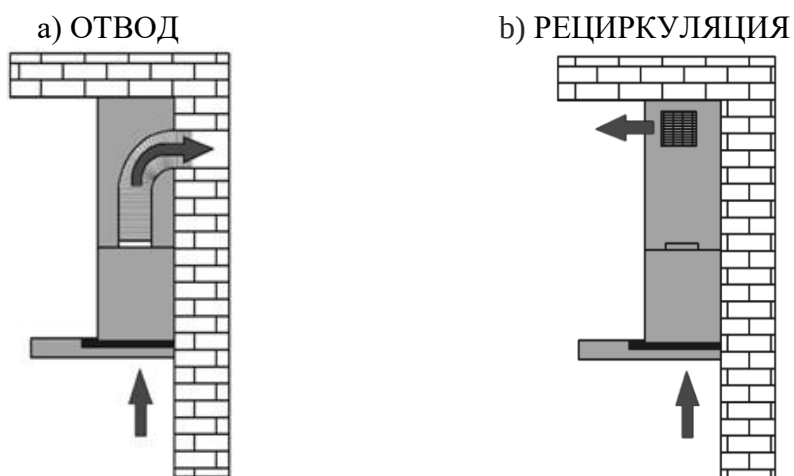

Рис. 6
1)Отвода (рис. 6а) – воздух удаляется из помещения через соединение вытяжки с вентиляционным каналом жестким пластиковым воздуховодом или гофрированным шлангом диаметром 150 мм. И, таким образом, все кухонные испарения, запахи, гарь и копоть, проходя через многоразовые алюминиевые жирославливающие фильтры, выводятся за пределы помещения. При данном режиме работы нет необходимости устанавливать угольные фильтры. Режим отвода является наиболее эффективным, поскольку вытяжка удаляет все кухонные испарения за пределы кухни в вентиляционную шахту.